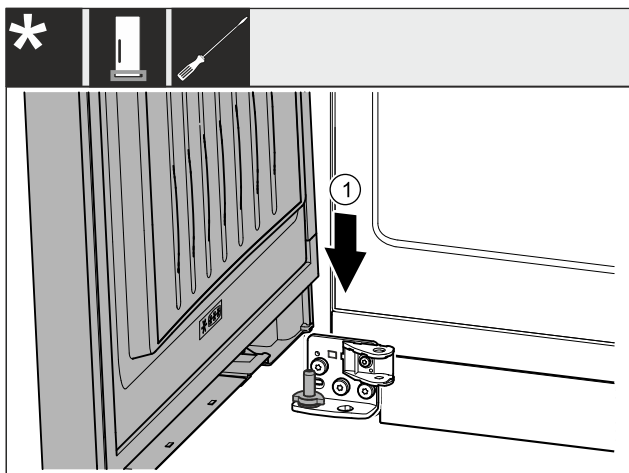

Fig. 30
- ▶ Påsæt døren oppefra på den nederste lejebolt. Fig. 30 (1)